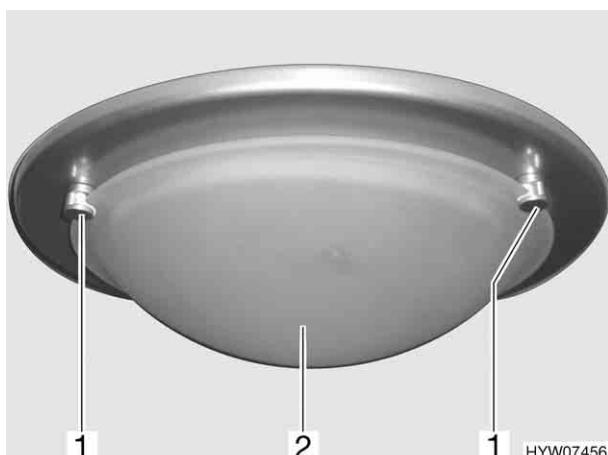

Fig. 124 Lampada a soffitto
- Girare di lato uno dei tre blocchi sulla lampada a soffitto (Fig. 124,1).
- Rimuovere la copertura della lampada (Fig. 124,2).